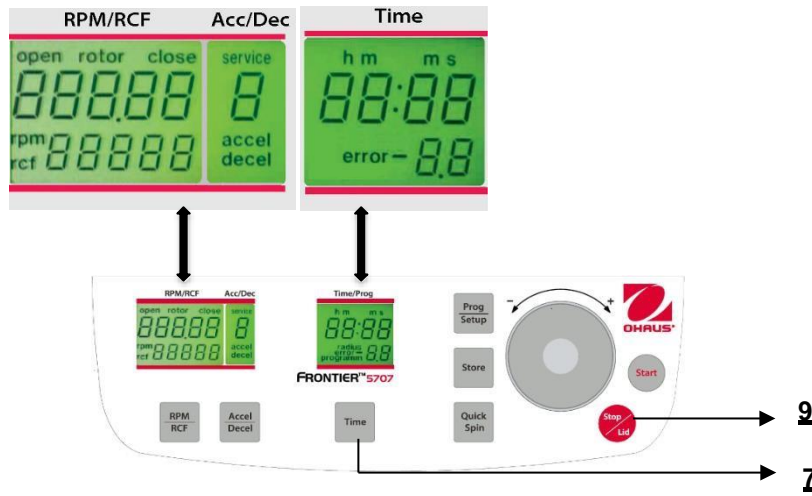

Figure. 27
La centrifugeuse étant hors tension, appuyer simultanément sur les touches "Time"(7) et "Stop/Lid" (9), et mettre la centrifugeuse sous tension avec le commutateur principal. Relâcher les deux touches ; il en résultera l'exécution d'un test de l'affichage pendant environ 5 secondes. Tous les indicateurs apparaîtront simultanément (voir la figure 27).